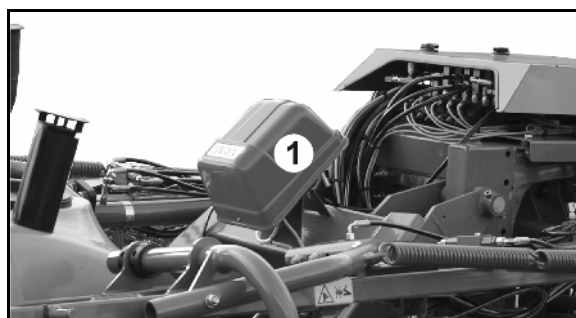

Рис. 103
- Маркировка пеной Система штанг Super-L Рис. 103/...
- (1) Бак
- (2) Регулировочный винт со шлицевой головкой